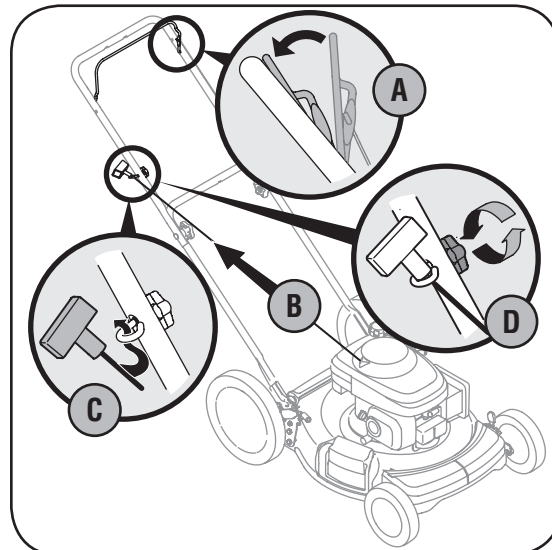

Figura 3-3: Tire del arrancador de retroceso a través de la guía de cuerda y asegure.
3. La guía de la cuerda está acoplada al lado derecho de la manija superior, Figura 3-3. Afloje la tuerca mariposa que asegura la guía de la cuerda.